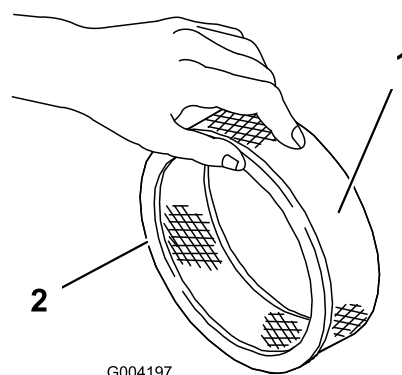

図 17
5. ペーパー・フィルタに汚れや油汚れ、ゴムシールの傷がないか点検する(図 17)。
1. ペーパー・エレメントにスポンジ・エレメントを注意深く取りつける(図 17)。